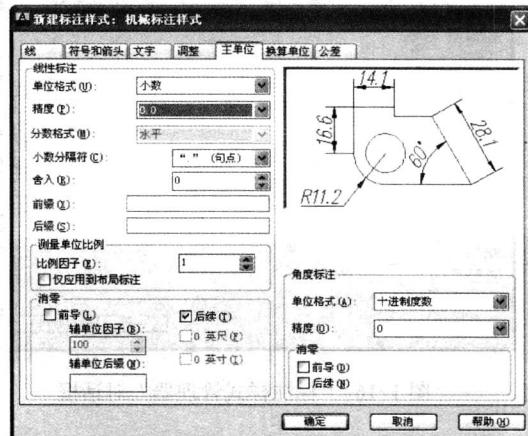

图 1-21 设置“主单位”选项卡
6. 打开“主单位”选项卡，在“线性标注”选项栏的“精度”下拉列表框中选择“0.0”，即线性尺寸精确到小数点后一位。其他选项保留默认设置，如图 1-21 所示。